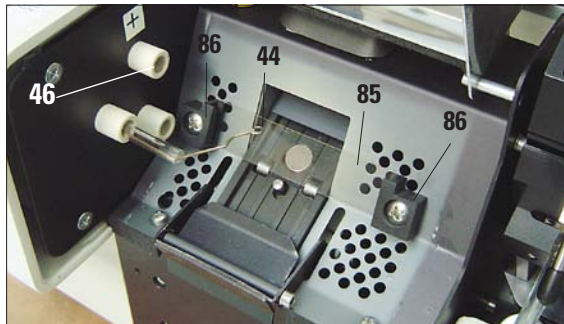

図 23
- まずシールドガラス（85）を2個のホルダー（86）に取り付けます（図 23）。